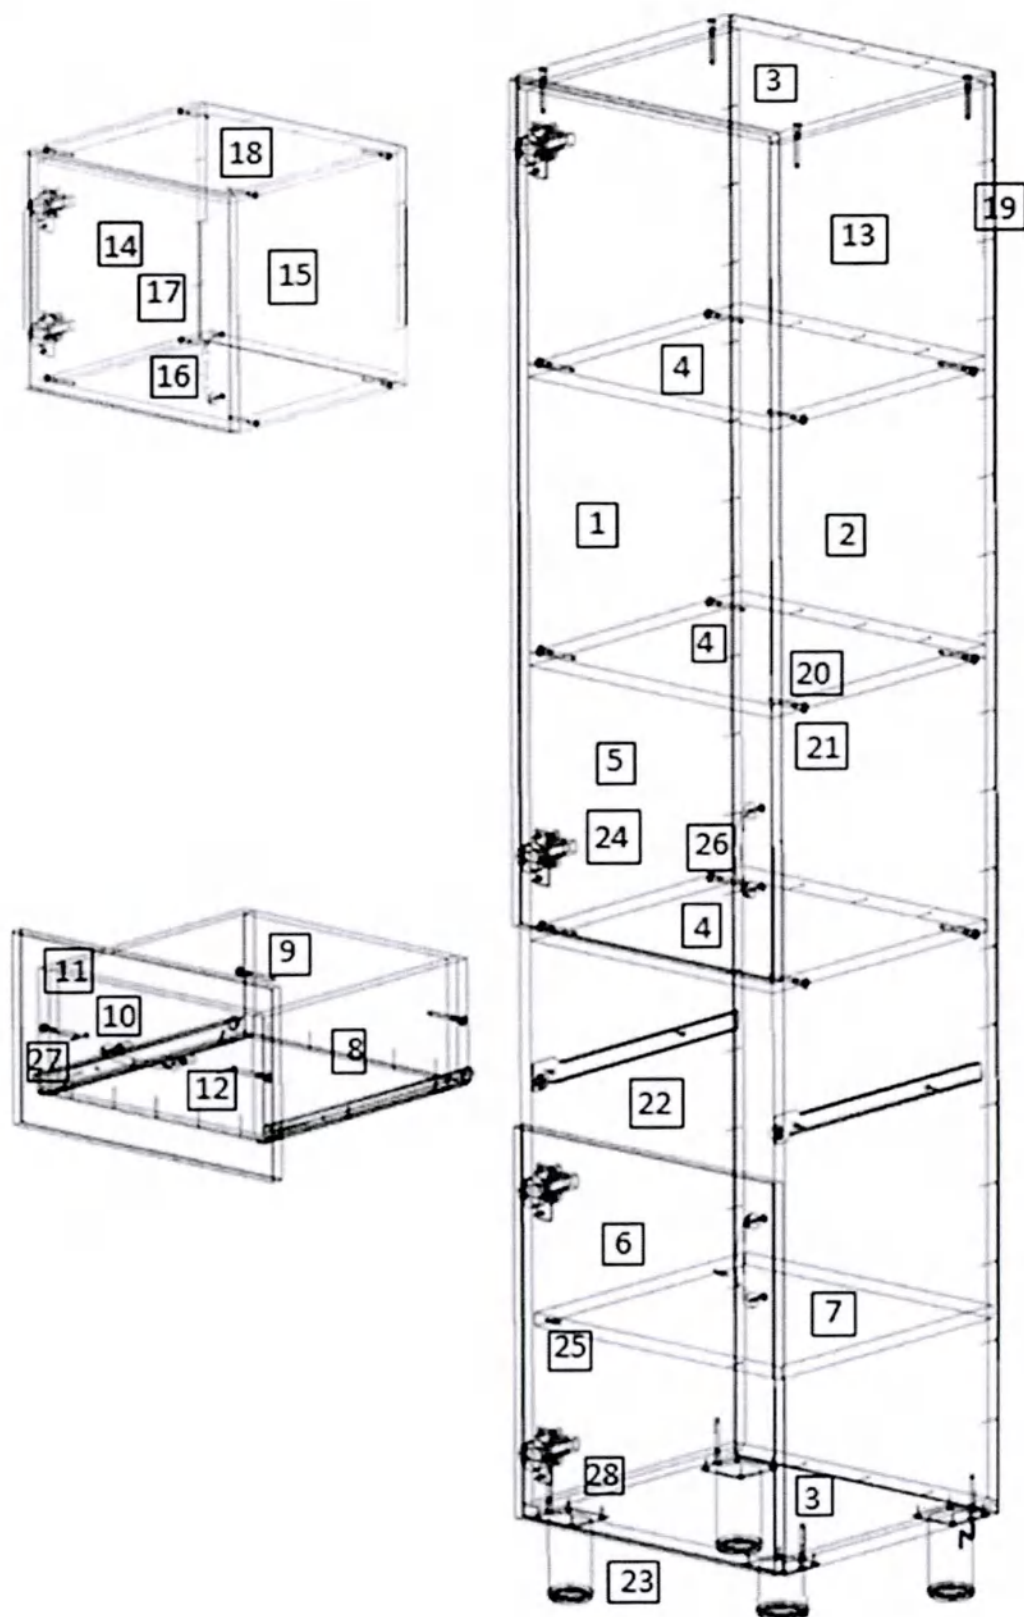

Рис.1
1. Внимательно ознакомьтесь со схемой сборки, изображённой на рис. 1, сверяясь со спецификацией на изделие. Согласно схеме и спецификации определите расположение деталей в изделии и порядок их сборки. Сборка производится на ровном полу, укрытом материалом, предотвращающим повреждение покрытия пола и деталей мебели. В качестве такого материала возможно использовать упаковочный гофрокартон. Подготовьте необходимые для сборки инструменты – плоскую и крестовую отвёртки, молоток, рулетку или линейку, шуруповёрт.
2. На боковых стенках (1,2) шурупами 4×16 (23) закрепите [- образные части направляющих (17) и ответные планки петель (19).
3. Евровинтами(15), как показано на рис.1, соедините боковые стенки (1,2) с горизонтальными стенками (3,4). Заднюю стенку (13) закрепите к собранному каркасу шкафа гвоздями (14). При помощи шурупов 4x16 (23) установите на горизонтальной нижней стенке (3) регулируемые опоры (18). На видимые головки евравинтов (15) установите заглушки (16).
4. На дверях (5,6) шурупами 4×16 (23) закрепите петли (19). Установите ручки (21). Двери (5,6) закрепите к боковой стенке (1) шкафа шурупами 4×16 (23). При необходимости отрегулируйте положение дверей винтами петель. Установите полку (7) на полкодержатели (20).
5. Сборка ящика. Евровинтами (15) соедините боковые стенки ящика (8) с передней (10) и задней стенками (9). Дно ящика (12) закрепите к передней (10) и задней (9) стенке гвоздями (14). Установите роликами назад]- образные части направляющих (17) и закрепите их шурупами 4×16 (23). Шурупами 3.5×30 (22) закрепите фасад (11) к передней стенке ящика (10). Установите ручку (21). Установите собранный ящик в корпус шкафа.